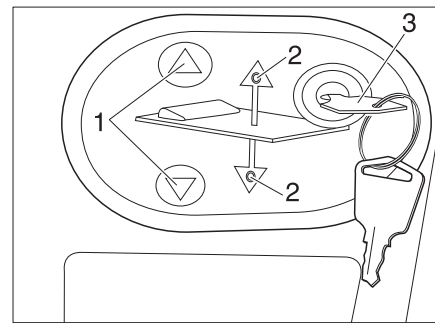

Fig. 156 Pannello di comando del letto basculante elettrico
- Inserire la chiave (Fig. 156,3) nel pannello di comando.
- Premere e tenere premuto il tasto  o  (Fig. 156,1). Il rispettivo LED (Fig. 156,2) si accende e il letto basculante si abbassa o si solleva.
- Al raggiungimento della posizione desiderata rilasciare il tasto  o  (Fig. 156,1). Il rispettivo LED (Fig. 156,2) si spegne.
- Estrarre la chiave (Fig. 156,3).